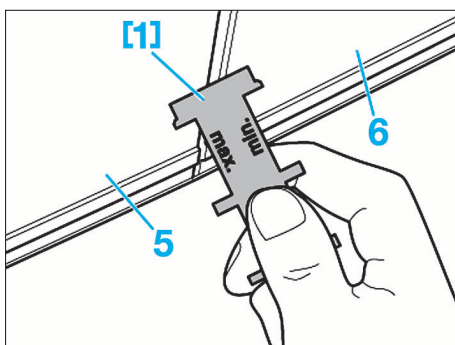

FIG. 60
- L'écartement entre la porte (5) et le panneau latéral (6) n'est pas toléré (bruits aérodynamiques) (Fig.60).